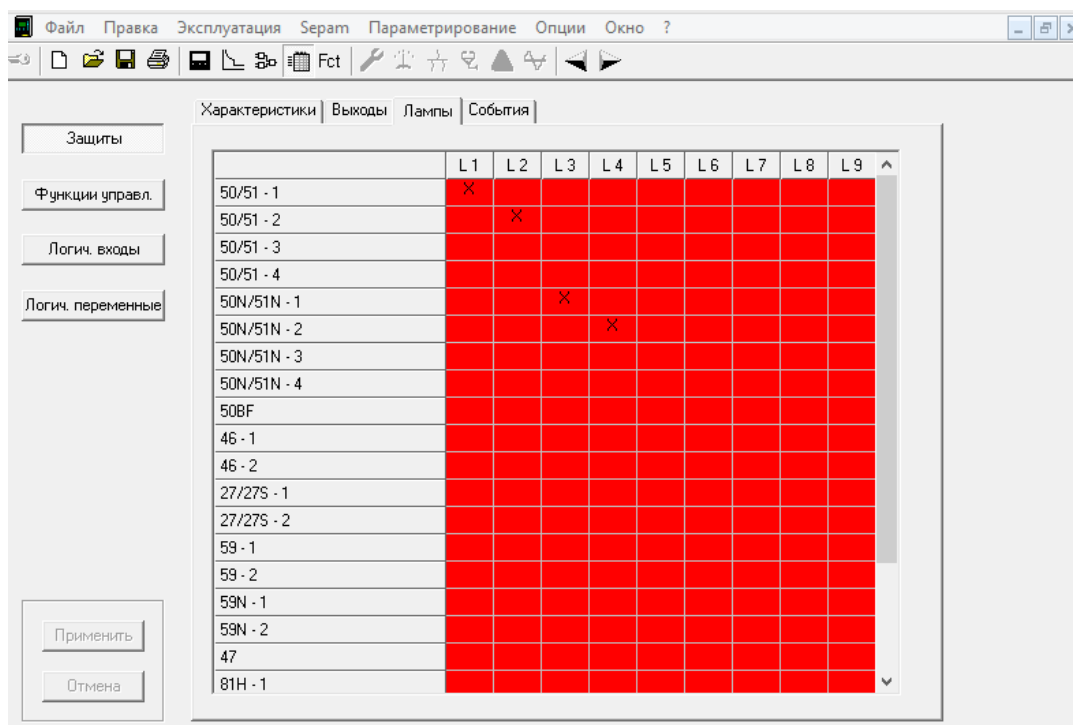

Рис. 5.7. Окно настройки сигнальных ламп
5. Состояние входов, выходов и ламп (рис. 5.7).